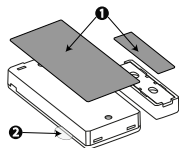

Figura 2: Instalación rápida
- Despegue y suelte los revestimientos de las dos bandas de doble faz de la cinta adhesiva y péguelas en el dispositivo y en el imán. Ver a Figura 2.